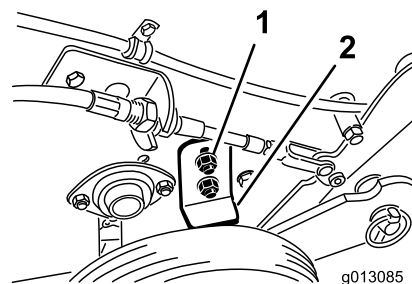

Figura 18
2. Afloje las tuercas que sujetan el tope de la rueda del lado derecho de la máquina (Figura 18).